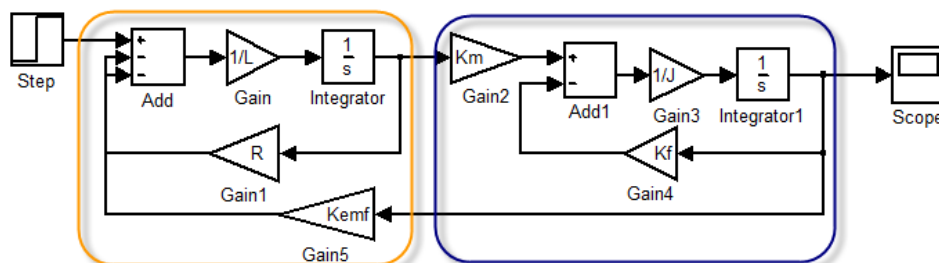

图 2.2.10 Simulink 电机模型
6.按照式⑩表达的逻辑，在第一个积分器之前算子为 S^2 ，其系数为 JL ；第一个和第二个积分器之间算子为 S ，其系数为 $(K_f L + J R)$ ；第二个积分器之后算子为 1 ，其系数为 $(K_f R + K_{emf} K_m)$ 。由此可以连接其中的各个模块，得到如图 2.2.10 所示的模型。
- 扭矩信号输出如图 2.2.10 所示，左边框图模块组的输出既是扭矩信号。